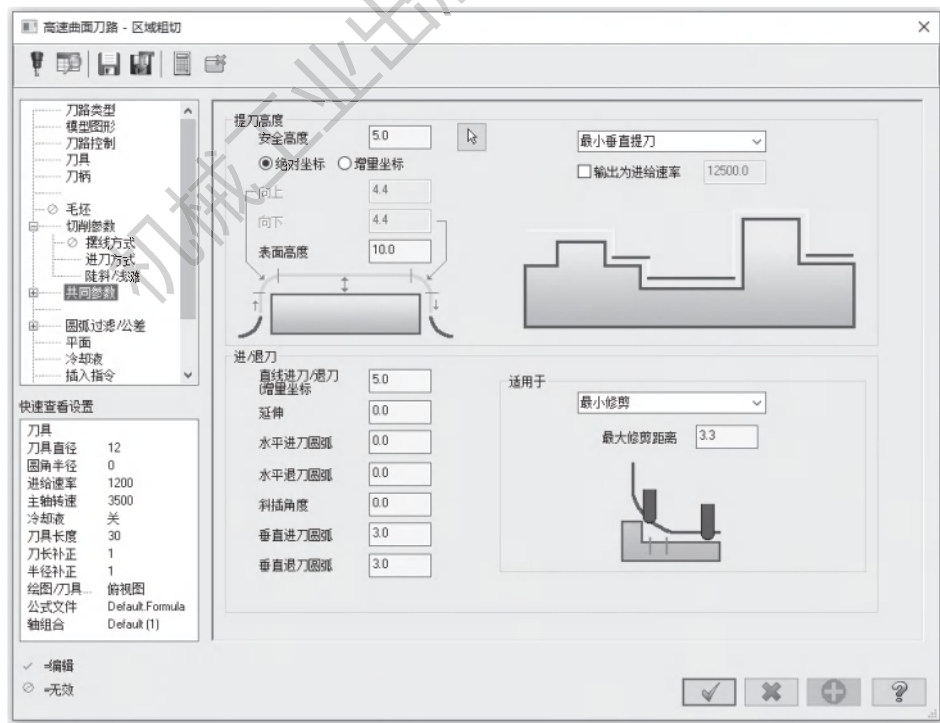

图 7-18 设置共同参数
6) 打开【共同参数】选项卡, 参数设置如图 7-18 所示。